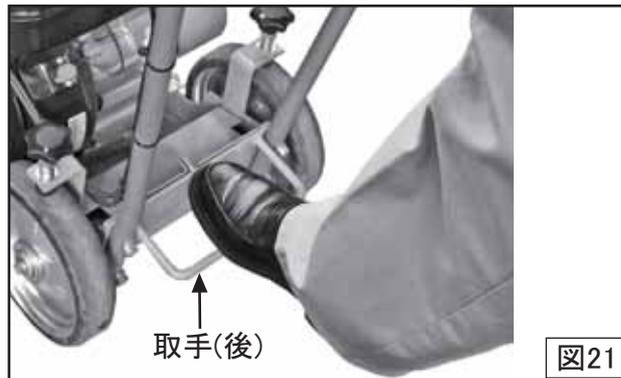

図21
- 4 エンジン音を聞きながらゆっくりと機体を押しします。溝内の除去物を除去し始めると反動で機体はバックしてきますので、ハンドルにて機体を押さえながら前進します。また、反動が大きいときは補助として取手(後)に足を掛けて前進してください。(図21)